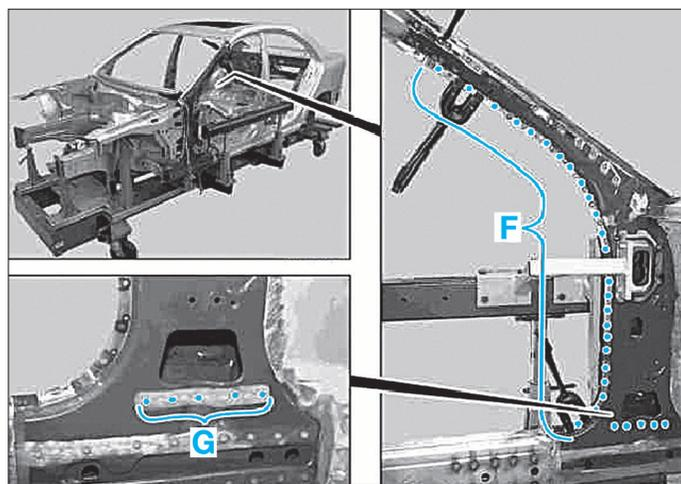

FIG. 52
- Souder à la pointeuse électrique par résistance par points zone (D).
- Souder par points bouchon le renfort sur la doublure zone (G) (Fig.52).